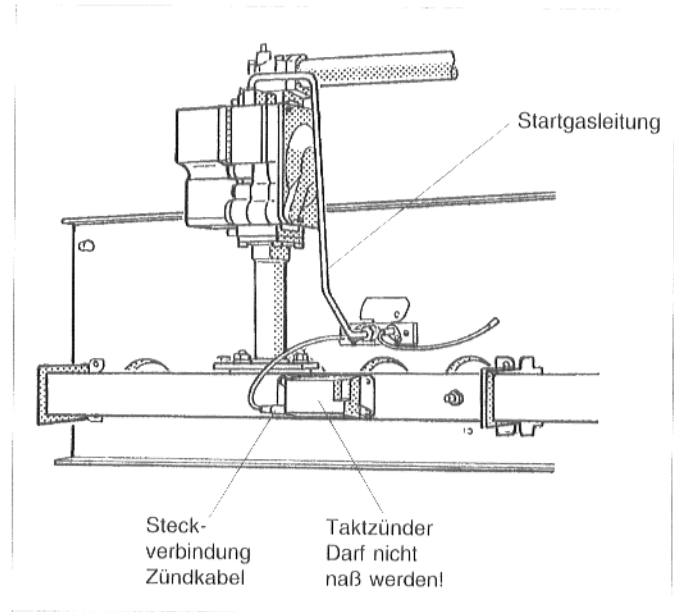

Abb. 44: Gasbrenner
- Steckverbindungen der Zündkabel an den Taktzündern lösen (Abb. 44).
- Startgasleitungen an den Startbrennern lösen (Abb. 44).
- Jeweils zwei Schrauben an den Startbrennern lösen und Startbrenner vorsichtig herausziehen (Abb. 44).
- Brennerstäbe in Wasser mit Reinigungsmittel tauchen und abbürsten. Dabei darauf achten, daß der Wärmeschutz am Brennerschild und der Taktzünder nicht naß werden! Taktzünder gegebenenfalls abschrauben (Abb. 44).